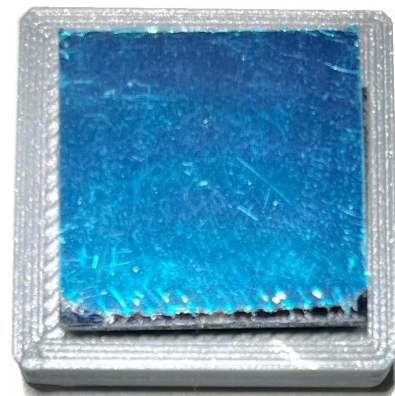

Abb. 10: Fertige Spiegelplatte
- (11) Kleben Sie den **VORDERFLÄCHENSPIEGEL (22MM X 22MM)** mittig auf das Klebepad, sodass die Seite mit der blauen Folie nach oben zeigt (Abbildung 10).